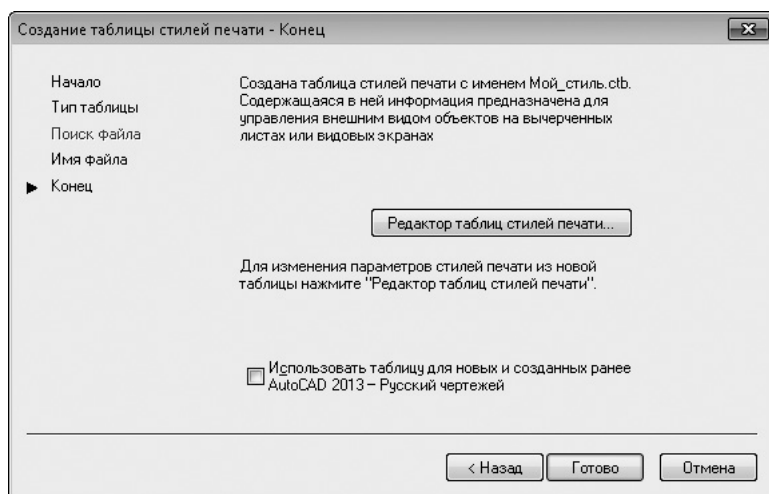

Рис. 8.21. Заключительное окно мастера
4. Введите имя создаваемой таблицы стилей в поле **Имя файла** и запустите последнее окно (рис. 8.21), щелкнув на кнопке **Далее**.